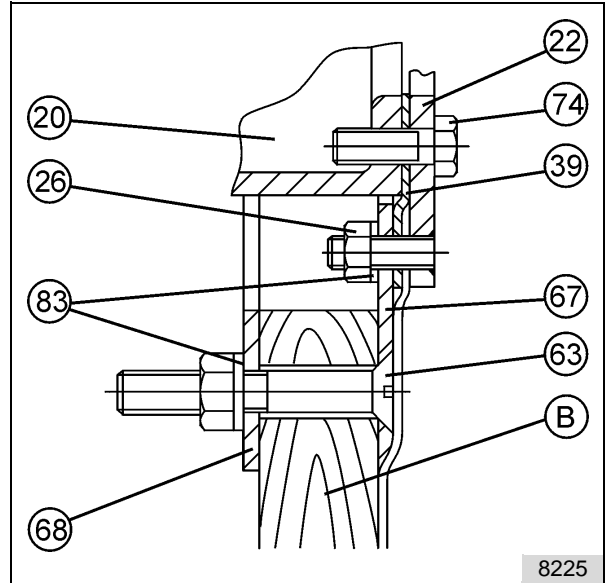

fig. 18: Détail de la Fig. 17
N Pour le détail, voir Fig. 18
Monter la pièce à sceller (92) sur la bague de serrage (22) avec les vis (74). Voir aussi le détail „N“ sur la Fig.18.